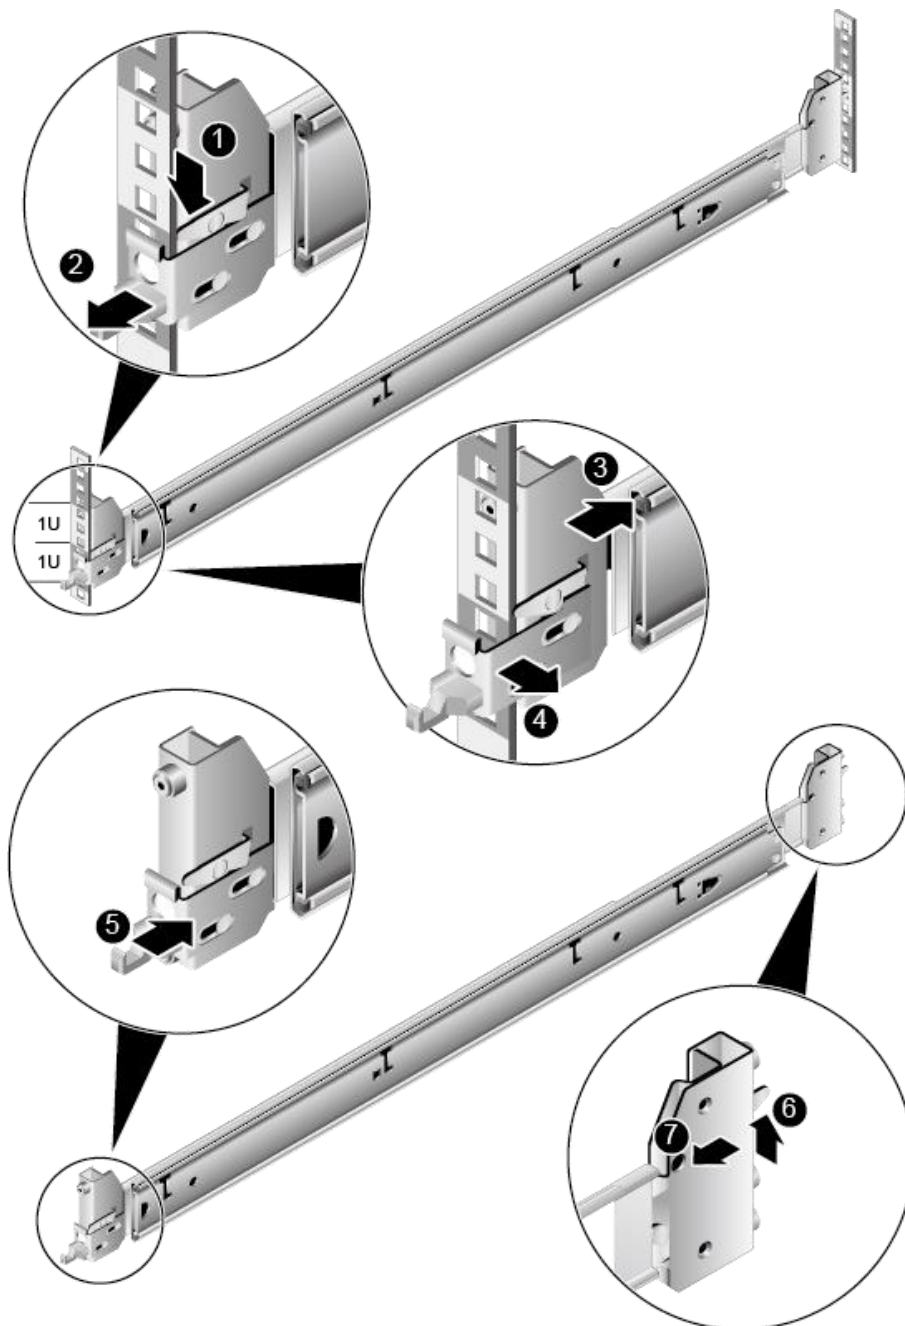

图 3-7 拆卸抱轨
- 1) 按下抱轨前端挡片，同时向前拉伸挂钩，如图 3-7 中①、②所示。
- 2) 向后推动抱轨前端直到脱离方孔条，如图 3-7 中③所示。
- 3) 将抱轨前端从方孔条内侧移出，如图 3-7 中④所示。
4) 向后推挡片直到闭合，如图 3-7 中⑤所示。
向上抬起定位销，同时向前拉抱轨后端直到脱离方孔条，如图 3-7 中⑥、⑦所示。